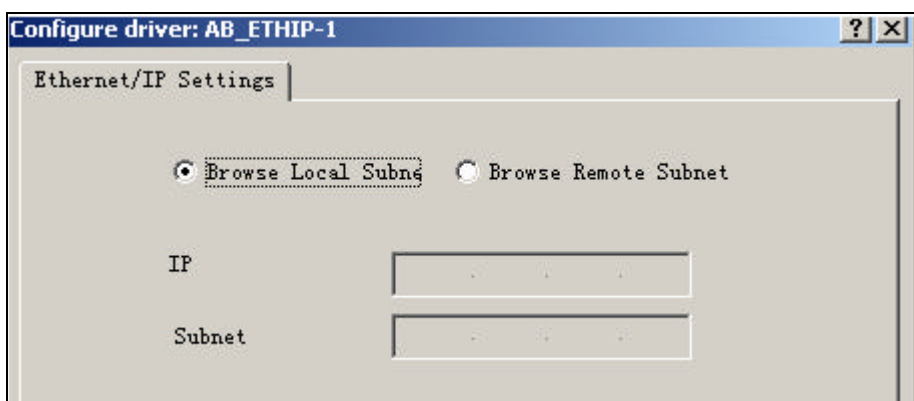

图 5-19 添加 Ethernet/IP 驱动
(7) 点击 Add New...添加新的 Ethernet/IP 驱动，如图 5-19 所示，点击确定。